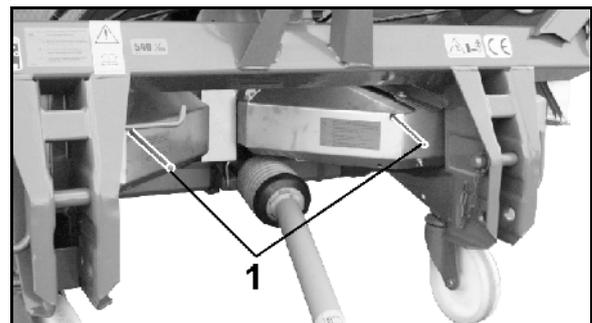

Fig. 22
- **de manière électronique** avec ordinateur de bord. Les trappes de dosage (Fig. 22/2) commandées par des servomoteurs (Fig. 22/1) permettent d'ouvrir des sections de passage différentes (Fig. 22/3).
- **manuellement** par le biais du levier de réglage (Fig. 22/6) en réglant différentes largeurs d'ouverture des sections de passage (Fig. 22/3). La position de trappe requise est déterminée selon les données du **tableau d'épandage** ou à l'aide de la **disquette de calcul**.
Les trappes de fermeture (Fig. 22/4) permettent d'ouvrir et de fermer les sections de passage. Leur actionnement hydraulique peut se faire individuellement, selon l'équipement, (Fig. 22/5), par le biais